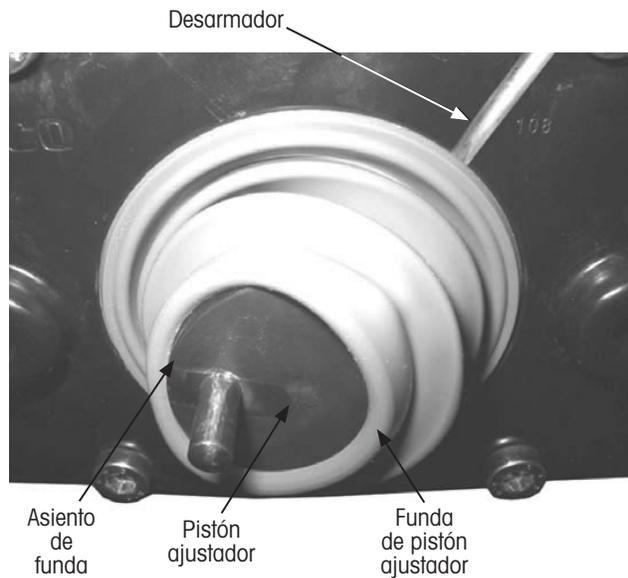

Figura 72: Remoción de funda de pistón ajustador
2. **Jale** la funda de protección del pistón ajustador desde el asiento de la funda del pistón ajustador (Figura 72).
3. **Coloque** el desarmador entre la funda del pistón ajustador y la tapa (Figura 72).